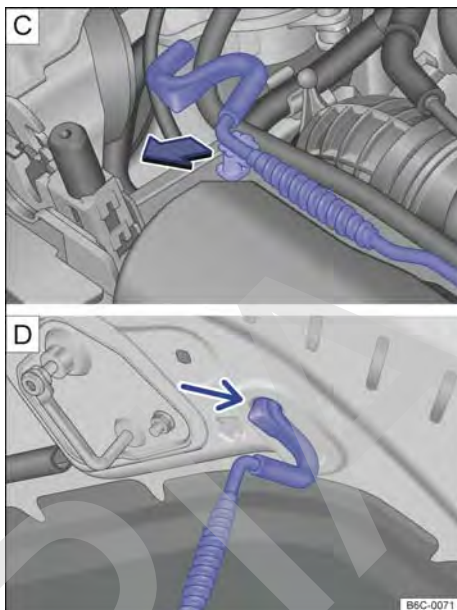

Fig. 146 [C] Varilla de sujeción de la tapa del compartimento del motor. [D] Tapa del compartimento del motor apoyada en la varilla de sujeción.
- Retirar la varilla de sujeción del soporte en el sentido de la flecha → fig. 146 [C] y colocarla en la abertura de la tapa del compartimento del motor → fig. 146 [D]. ▶
- Retirar la varilla de sujeción del orificio → fig. 146  y encajarla en el soporte del cierre → fig. 146 .